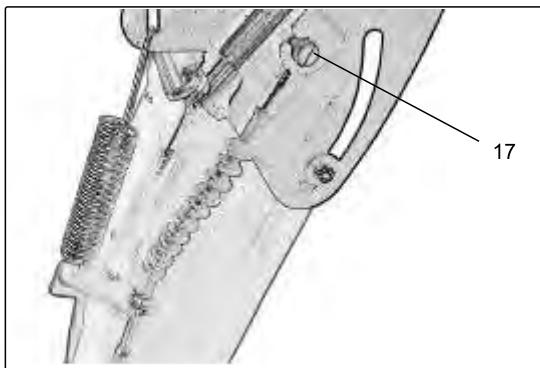

Рис.7
•Установите тросик привода регулировки дальности выброса: вставьте тросик в верхнюю часть желоба, отрегулируйте его длину и зафиксируйте болтом (рис. 7 поз 17).